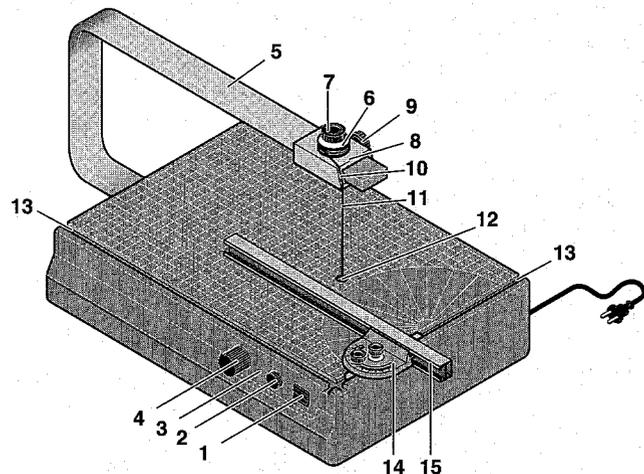
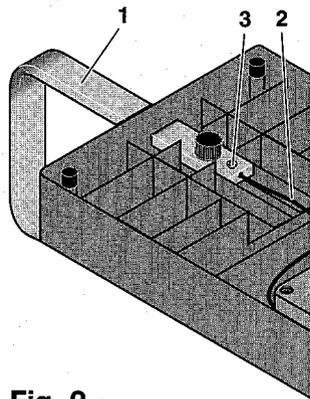

Fig. 1
Fig. 2
Gesamtansicht (Fig 1):
Befestigen Sie zuerst den Bügel 1 (Fig. 2) mit Hilfe der beigelegten Rändelschraube an der Unterseite des Gerätes. Befestigen Sie nun das Kabel 2 mit Hilfe der Schraube 3 am Bügel. Ziehen Sie die Schraube gut an, damit der elektrische Kontakt (10,5 Volt Sicherheitskleinspannung) gewährleistet ist. Schieben Sie nun den Spulenträger 8 (Fig. 1) auf den Arm, und befestigen Sie ihn mit der Schraube 9.
3. Öffnen Sie durch Drehen der Rändelschraube 4 (Fig. 1) die untere Drahtaufnahme.
10. Schalten Sie das Gerät am Schalter 1 (Fig. 1) ein (Ein leichtes Brummen des Transformators ertönt).